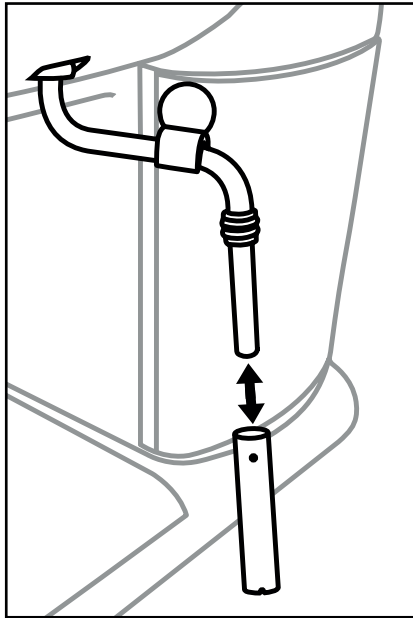

Figura 1
- 1) Coloque um recipiente vazio debaixo do espumador de leite ❹.
- 2) Rode o regulador de vapor ❷ para "III" imediatamente após a utilização e deixe sair vapor durante alguns segundos.
- 3) Feche o regulador de vapor ❷ (rode no sentido do "0", até ao batente), desligue o aparelho e retire a ficha da tomada.
- 5) Retire a capa do espumador de leite ❹ (figura 1) e limpe-a cuidadosamente com água quente.
- 7) Coloque novamente a capa sobre o bocal (figura 1).